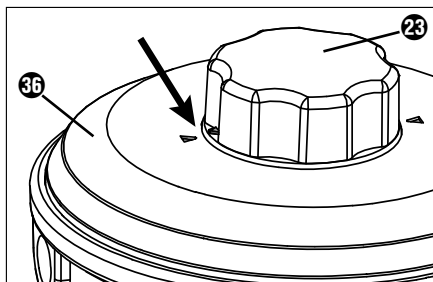

Fig. 1
- 1) Veillez à ce que les deux flèches sur le couvercle **36** et sur le bouton rotatif **23** de la bobine de fil **22** pointent l'une vers l'autre (voir fig. 1).